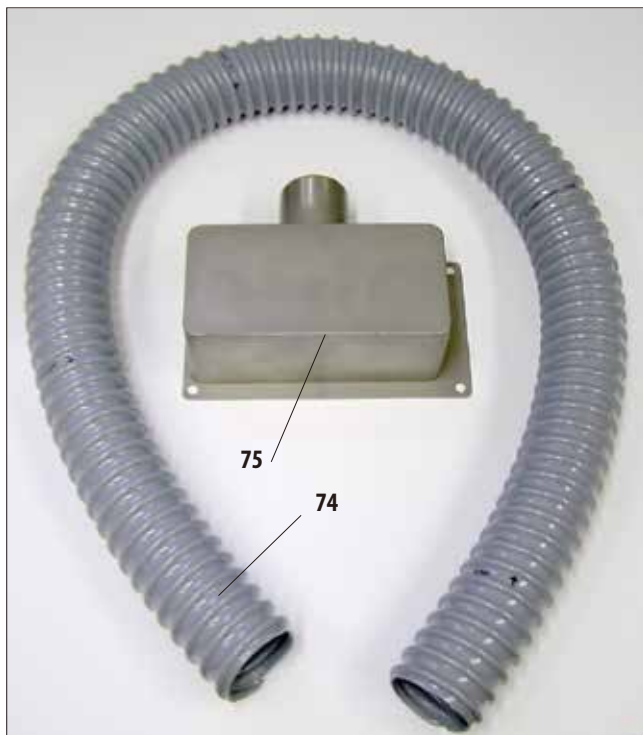

Рис. 21
Набор фланцев (рис. 21) состоит из вентиляционного шланга (74) ($\varnothing = 50$ мм) и вентиляционного фланца (75).